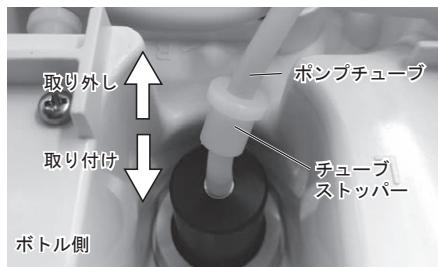

図35
- 3) ボトル側、操作パネル側のジョイントからそれぞれポンプチューブを取り外してください。(図 35、36)